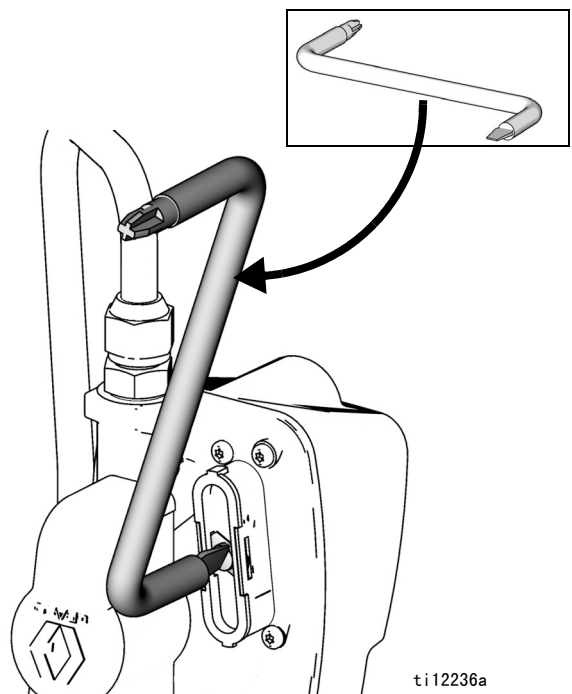

图 21
1. 用弯角螺丝刀 (如图 21 所示) 或薄硬币将盖板螺丝顺时针旋转约 1/4 圈。这将足以松开固定电池盒盖的螺丝并卸下盖板。(不需要完全卸下螺丝，只需松开足够距离可取下盖板即可)。